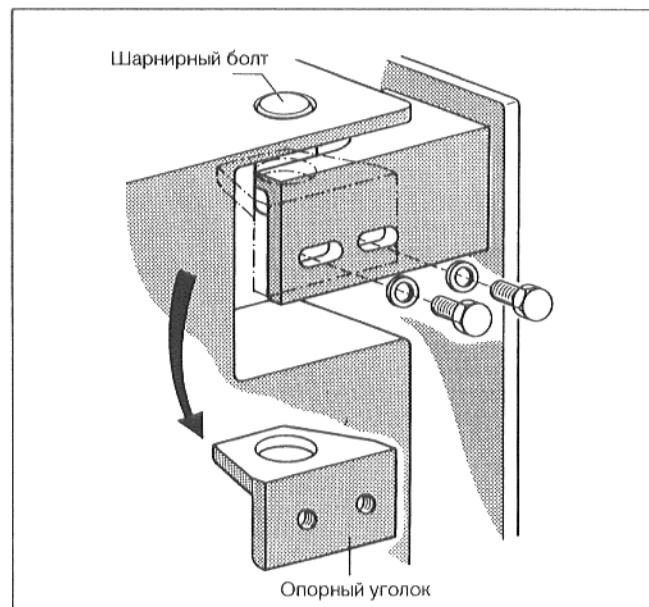

Рис. 5
- Вывернуть из каждого шарнира вверху и внизу по 2 винта с шестигранной головкой (Рис. 5).
- Вынуть опорные уголки изнутри по направлению вниз (Рис. 5).
- Ввести опорные уголки вверху и внизу на противоположной стороне отверстием в шарнирный болт и привинтить снаружи, использовав по 2 винта с шестигранной головкой (Рис. 5).